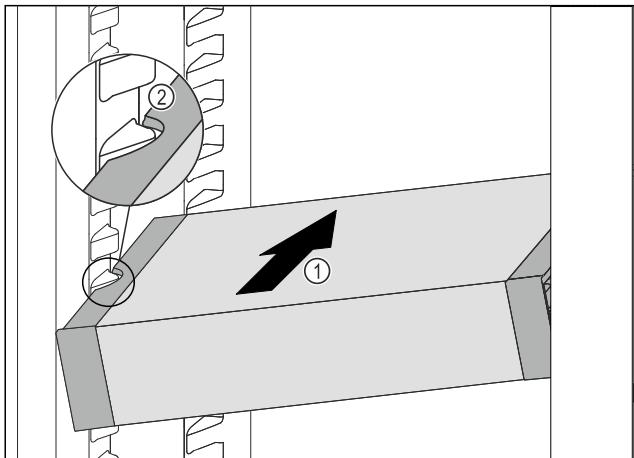

Fig. 96
- Вкарайте VarioSafe под ъгъл в хладилната част Fig. 96 (1), докато страничните прорези Fig. 96 (2) на VarioSafe се намират на височината на реброто на съда в хладилната част.